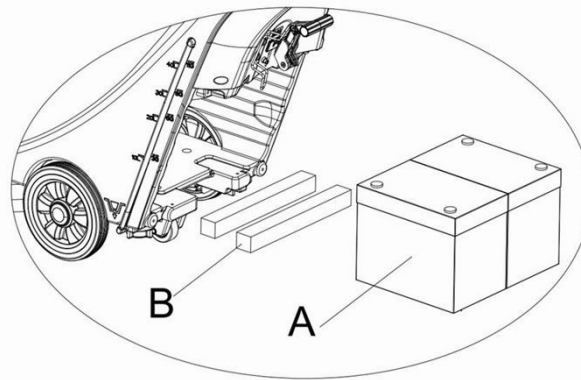

Abbildung 6
- 1) Für Batterien mit einer Länge unter 270 mm verwenden Sie 2 Teile der Fixierungsplatte (**B, Abbildung 6**) und platzieren Sie sie nebeneinander im Inneren der Wassertank-Batterie;
- 2) Für Batterien mit einer Länge zwischen 310 mm und 270 mm verwenden Sie 1 Teil der Fixierungsplatte (**B, Abbildung 6**) und platzieren Sie sie in der Wassertank-Batterie;